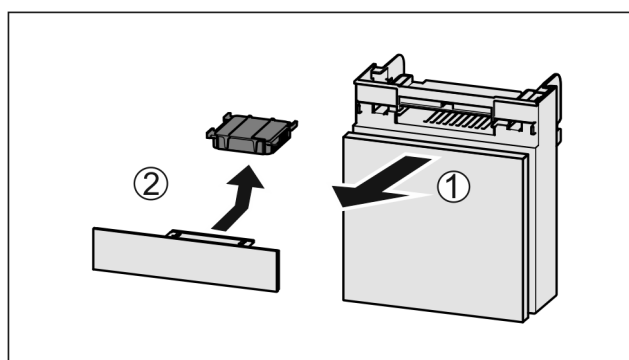

Fig. 172
- Træk rummet fremad Fig. 172 (1).
- Tag aktivkulfilteret Fig. 172 (2) ud.